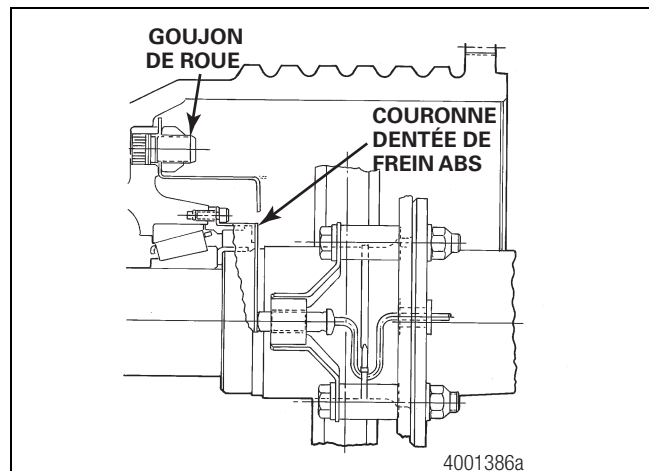

Figure 3.11
3. S'il faut chasser les goujons de roue du moyeu, retirer les écrous par l'intérieur du flasque du moyeu. Retirer le déflecteur d'huile, le cas échéant. Placer le moyeu dans une presse de façon que la surface de montage du tambour s'appuie contre la presse. Enfoncer les goujons à travers le moyeu. Figure 3.11.
4. La bague d'étanchéité de roue est logée dans une rondelle de retenue située sous la couronne dentée de frein ABS. Retirer les vis d'assemblage fixant la couronne dentée de frein ABS et la rondelle de retenue de bague d'étanchéité au moyeu. Figure 3.11.